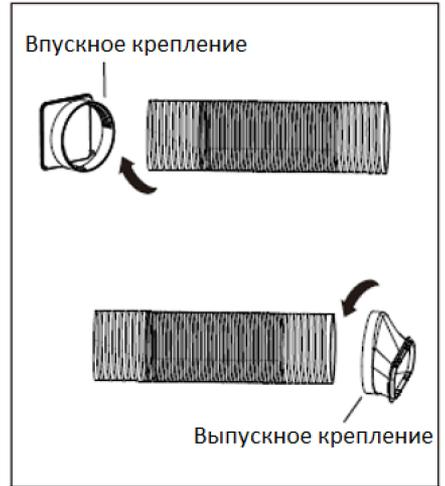

Рис.5
1) Соберите воздуховодный шланг, надев впускное и выпускное крепление с каждой из сторон шланга (Рис. 5).